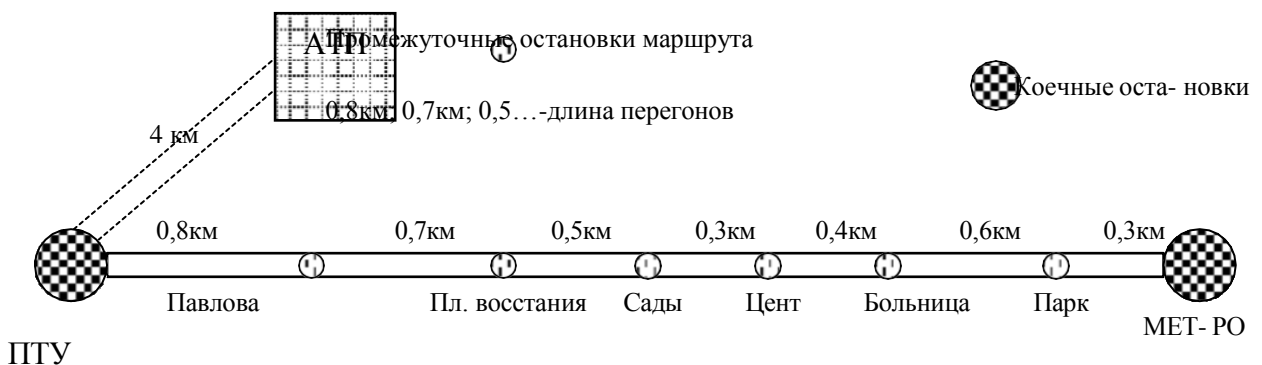

Рис. 3 Схема городского тангенциального автобусного маршрута
54. Городской тангенциальный маршрут обслуживают пять автобусов  $q_n = 62$  пассажира;  $\gamma_{вм} = 0,70$ ;  $T_m = 12$  ч;  $I = 8$  мин. За это время они перевозят 12 500 пассажиров (рис. 3)